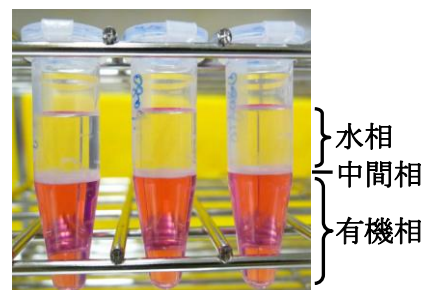

図 1 TRIzol による液層分離
5) 遠心分離後, 無色透明の上層 (水相) と白色の中間相, 赤色の下層 (有機相) に分離する. (図 1)